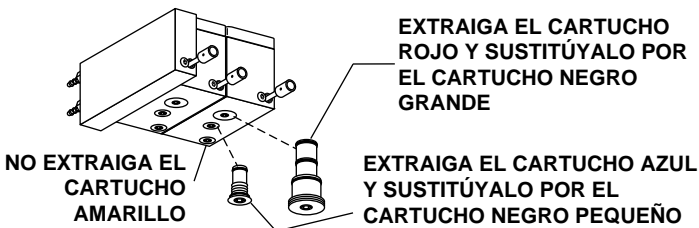

Figura 13. Conversión del bloque de secado de las piezas de mano
3. Utilice una llave hexagonal de 3/32 pulgadas para retirar el cartucho rojo grande del bloque de control. Instale el cartucho negro grande del equipo de conversión del bloque de secado en el bloque de control (véase la figura 13).
4. Utilice una llave hexagonal de 3/32 pulgadas para retirar el cartucho azul pequeño del mismo bloque de control. Instale el cartucho negro pequeño del equipo de conversión del bloque de secado en el bloque de control (véase la figura 13).